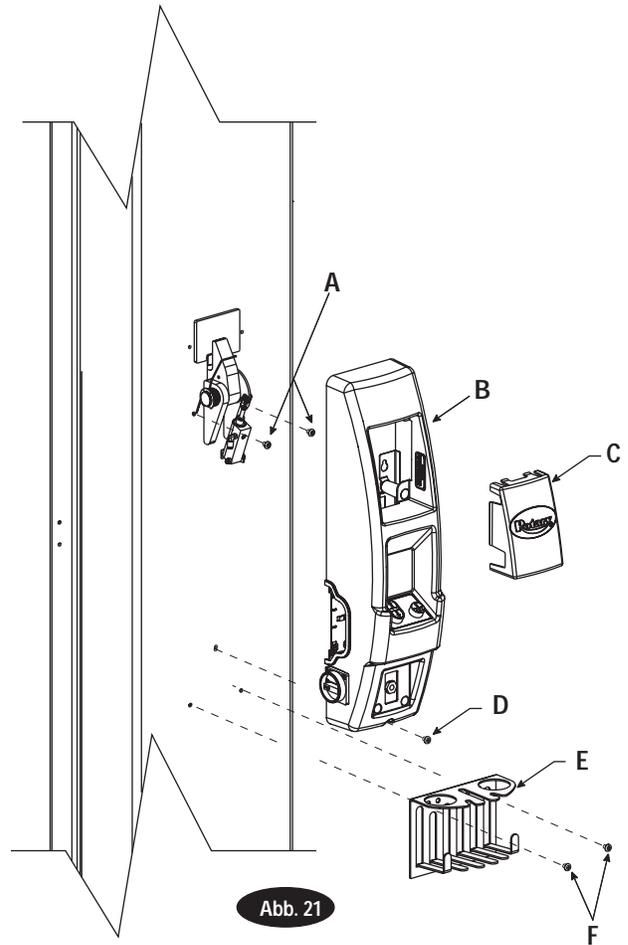

Abb. 21 Detail
Die Zugangsverkleidung von dem Nebenbedienfeld abnehmen, Abb. 21. (2) 5/16"-18NC x 3/8" PHMS in den Bohrungen auf jeder Seite der Sperrklinke einsetzen und dabei ca. 3 mm herausragen lassen, um das Bedienfeld zu halten. Das Nebenbedienfeld an den 5/16"-18NC x 3/8"-PHMS-Schrauben über die Sperrklinke an die Säule hängen und das Kabel des Magneten der Sperrklinke durch das Bedienfeld ziehen, Abb. 33. (1) 5/16"-18NC x 3/8" PHMS an der Unterseite des Nebenbedienfelds montieren. Zugangsverkleidung noch NICHT wieder am Bedienfeld anbringen. Sie wird erst in einem späteren Schritt wieder montiert.